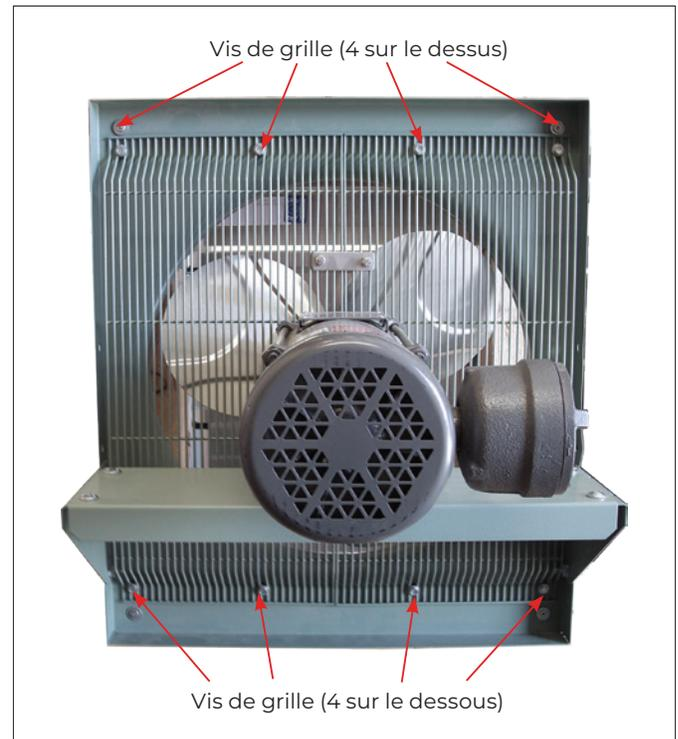

Figure 3
1. Retirer les vis (8) et les rondelles qui maintiennent les grilles du ventilateur au capot (voir Figure 3, page 21).
9. L'air doit s'évacuer à travers les registres et le ventilateur doit tourner dans le sens antihoraire lorsqu'observé à partir de l'arrière du ventilateur (voir Figure 3, page 21).